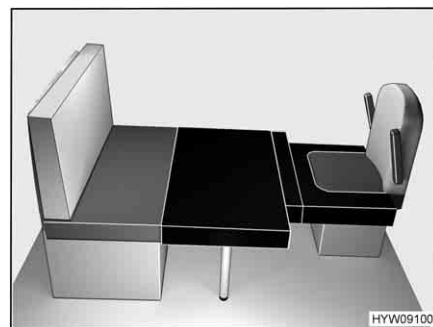

Fig. 47 Dopo la trasformazione
- Posizionare il cuscino aggiuntivo rettangolare davanti al cuscino del divano dei sedili, sul tavolo, come illustrato nella Fig. 47.